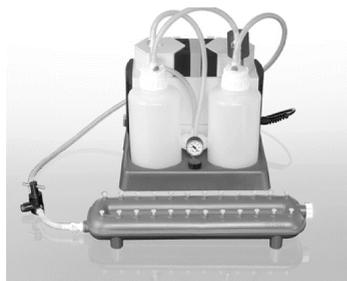

図 2. QIAvac 24 Plus、QIAvac Connecting System、Vacuum Pump。
QIAamp Mini カラムは、使い捨ての VacConnector と再利用可能な VacValve を用いて QIAvac 24 Plus で処理します。VacValve (オプション) を QIAvac 24 Plus マニホールドのルアースロットに直接挿入すると一定の流速が確保されるため、様々な容量のサンプルの並行処理を容易に行うことができます。サンプルの流量が大幅に異なる場合は、一貫した真空を確保するために使用する必要があります。VacConnector は、QIAamp Mini カラムと VacValve の間、または QIAamp Mini カラムと QIAvac 24 Plus のルアースロットの間に収まる使い捨てコネクタです。精製中にスピнкаラムと VacValve が直接接触しないようにすることで、サンプル間のクロスコンタミネーションを防ぎます。VacConnector は、1 回使用したら破棄します。大量の溶液を使用するため、QIAvac Connecting System (または廃棄ボトルを備えた同様のセットアップ) が必要です (図 2 を参照)。
- 真空圧は、真空マニホールド内部と大気との差圧（標準大気圧は 1013 mbar または 760 mm Hg）であり、QIAvac Connecting System を使用して測定できます（図 2 を参照）。本プロトコルでは、-800~-900 mbar の真空を作り出せる真空ポンプが必要です（QIAGEN Vacuum Pump など）。これ以上の真空圧は避けてください。推奨値より低い真空圧を使用すると、核酸の収量と純度が低下し、膜が詰まるリスクが高まります。